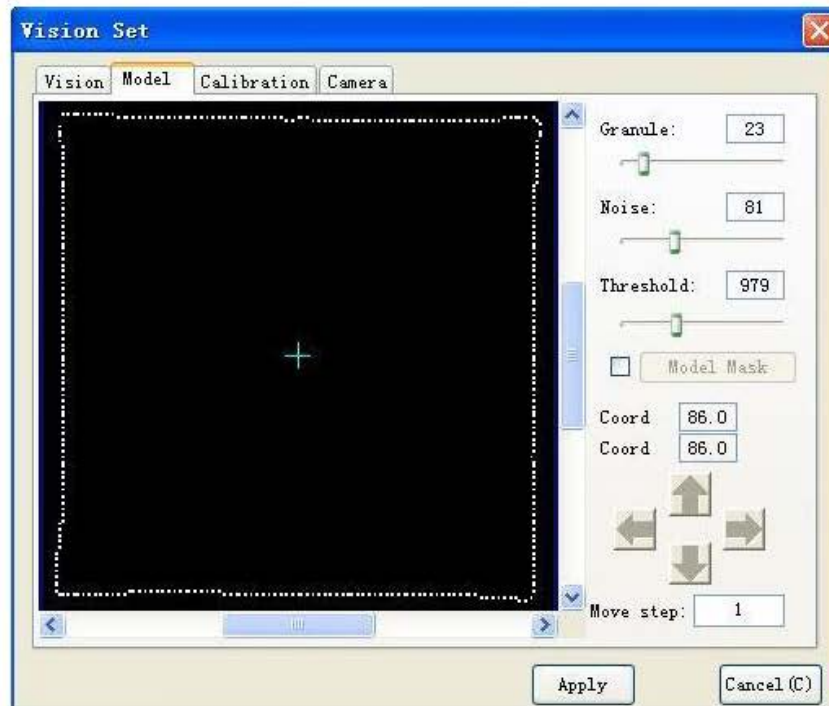

Fig. 3-39
- D. Quando o modelo é criado com êxito, é necessário ajustar os parâmetros do modelo. Clique no ícone “>>”, selecione a aba "Modelo" na caixa de diálogo de ajuste de visão, e a interface aparecerá como mostrado na Fig. 3-39